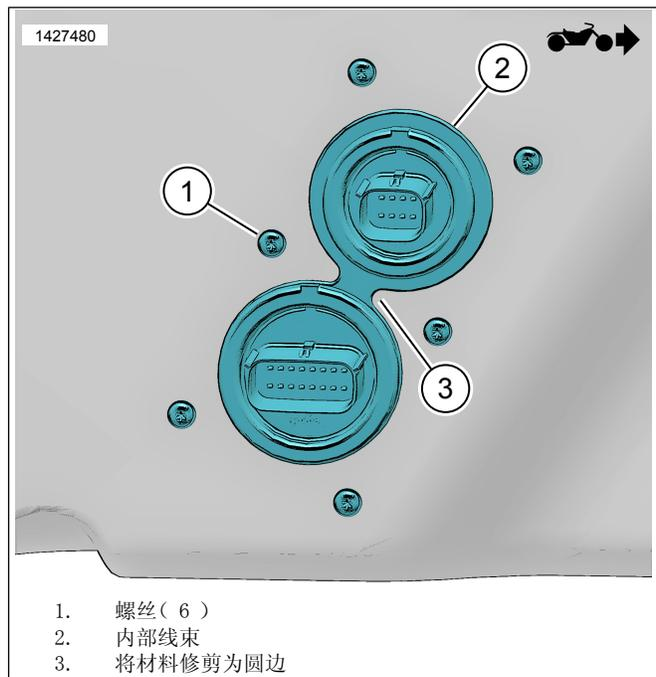

图3。内部线束
- d. 参见图3。将材料修剪为圆边 (3)。
11. 参见图3。安装内部线束 (2)。